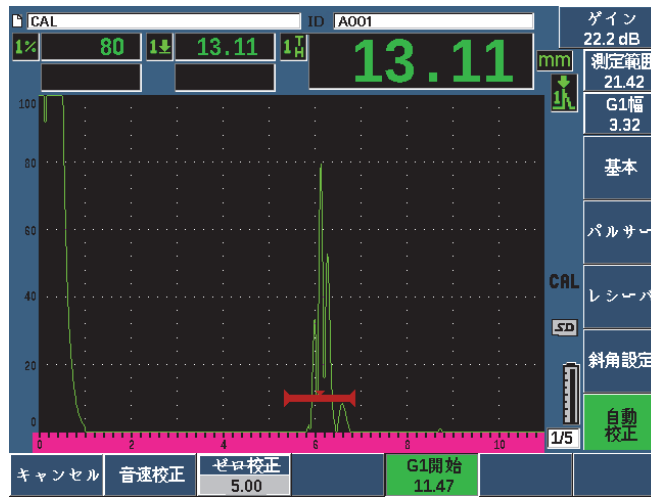

図 3-15 ゲート 1 スタート
11. 2ND F、**自動 XX%** キーで、欠陥指示を 80 %FSH に移動します（77 ページの図 3-15 参照）。